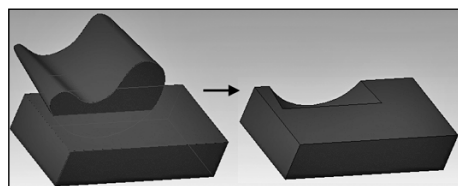

Рис. 12.16. Команда - «Булева операция»
- **Булева операция**  — производит объединение или вычитание геометрии двух пересекающихся элементов модели (рис. 12.16);